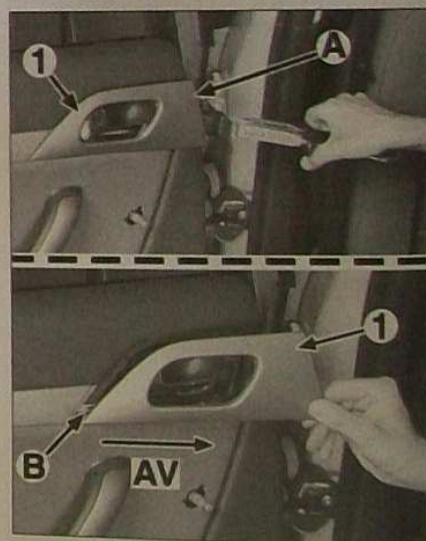

FIG. 31
À l'aide d'une spatule, engagée au point (A), décliper l'enjoliveur (1) de commande d'ouverture intérieure (Fig.31).